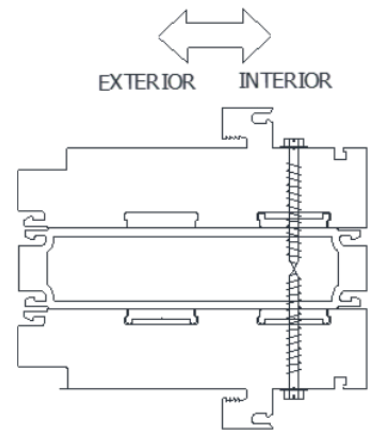

Figura 5
5. Sujete el parteluz de puerta francesa al marco de la puerta. El parteluz pre-perforar con una broca de 9/64". Fijar al marco de la puerta parteluz utilizando tornillos de ensamblaje (no incluida; Figura 5). No apretar en exceso los tornillos de ensamblaje. Esto puede causar la deformación del marco.
7. Sujetar la ventana lateral a la puerta francesa parteluz. Fije la ventana lateral a la parteluz con tornillos de ensamblaje (No incluidos, Figura 5). No apretar en exceso los tornillos de ensamblaje. Esto puede causar la deformación del marco.